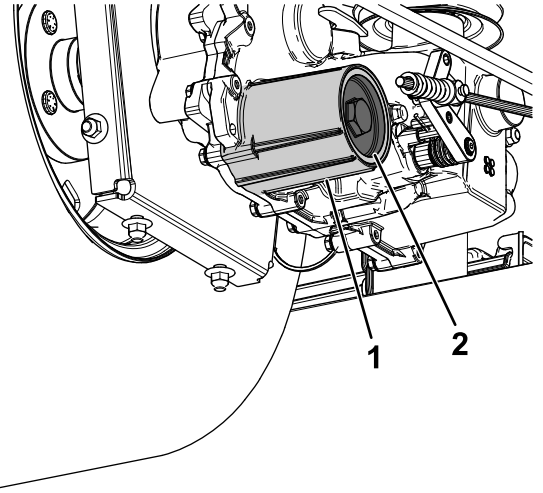

Figure 76
7. Déposez le couvercle du filtre à huile hydraulique de la boîte-pont pour vidanger le liquide (Figure 76).